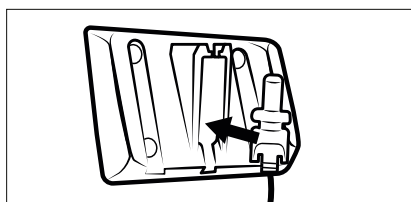

Fig. 4
- 1) Introduceți conectorul-tată 11 al adaptorului de rețea 10 în suportul pentru perete 18 (a se vedea fig. 4). Fixați conectorul-tată 11 rotindu-l.